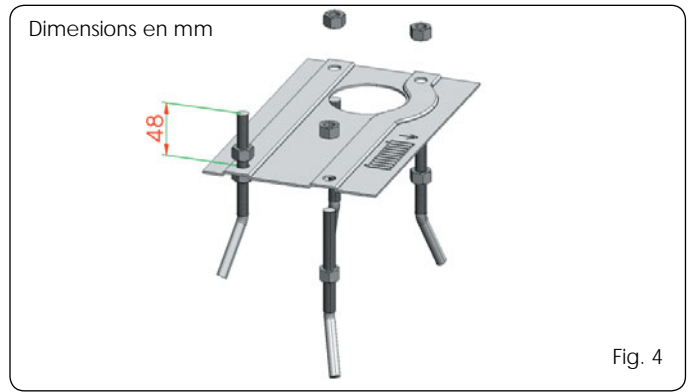

Fig. 4
1. Assembler la plaque de fondation comme sur la Fig. 4.